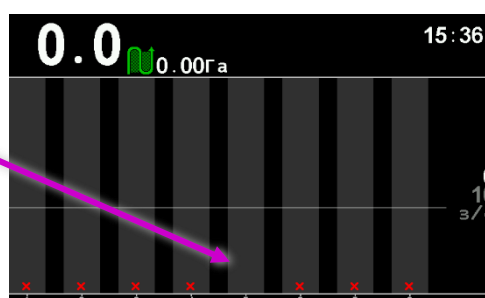

Рисунок 57
12. Убедиться, что адрес датчика изменился на требуемый. Для этого физически отключить и подключить датчик к жгуту связи (см. «Рисунок 57»).